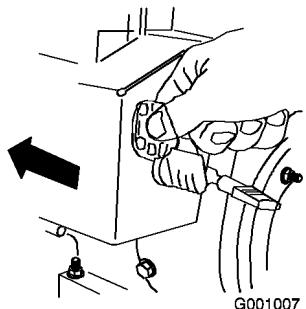

Figure 22
- Insérez la clé de contact dans le commutateur d'allumage (Figure 22).